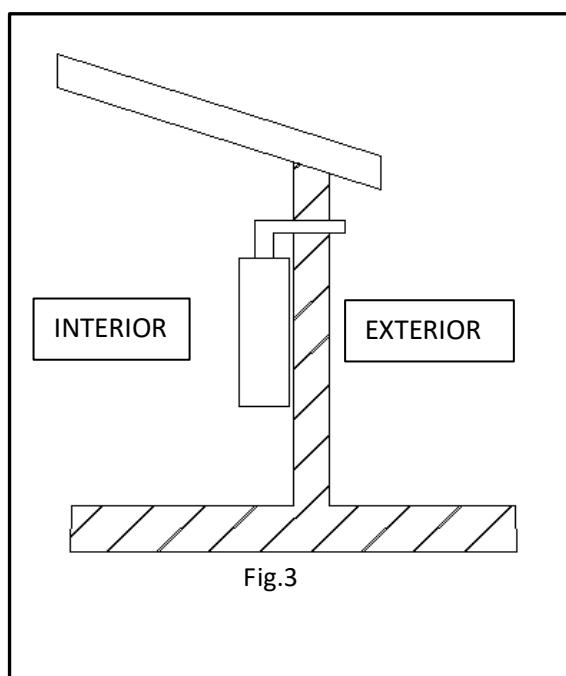

Fig.3
- El conducto del calentador de agua a gas debe instalarse a través de una pared externa, el calentador no puede ser instalado en el exterior. (Fig.3)